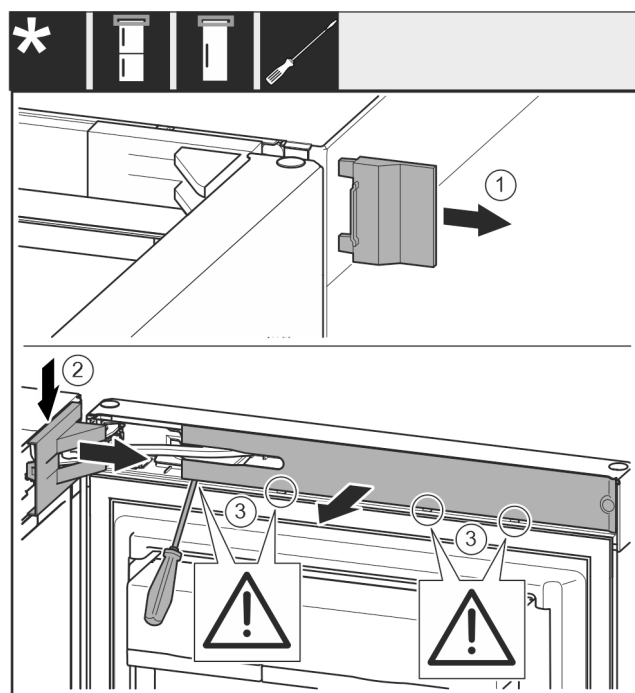

Fig. 5
- ▶ Odoberte vonkajší kryt. Fig. 5 (1)
- ▶ Odistite a uvoľnite kryt ložiskovej konzoly. Odoberte kryt ložiskovej konzoly. Fig. 5 (2)
- ▶ Kryt odistite plochým skrutkovačom a vyklopte nabok. Fig. 5 (3)